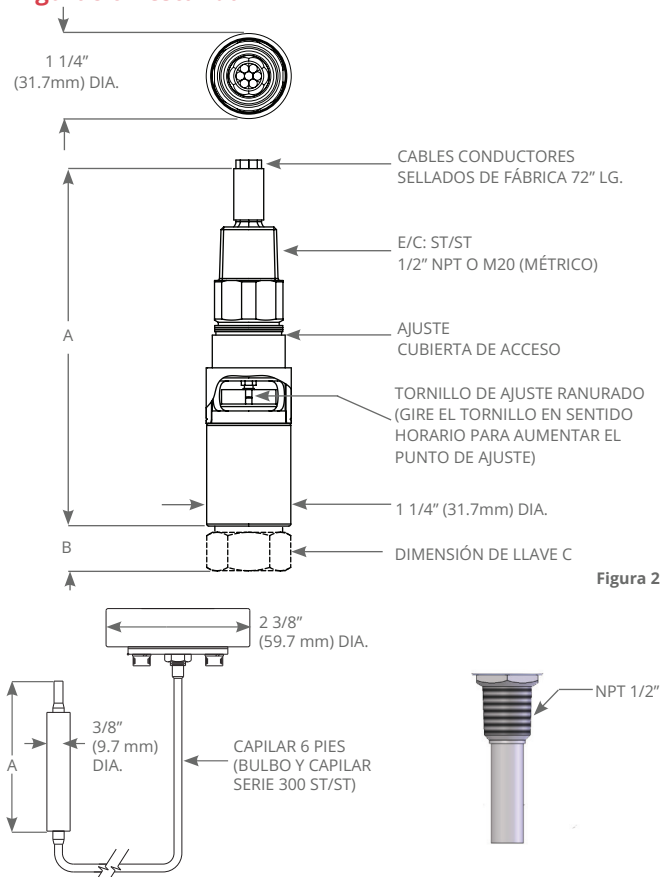

Figura 2
UTILICE SIEMPRE UNA LLAVE EN EL MONTAJE LOCAL, VÁSTAGO DE INMERSIÓN HEXAGONAL (VEA LA FIGURA 2). NO APRIETE GIRANDO EL GABINETE YA QUE ESTO DAÑARÁ EL SENSOR Y DEBILITARÁ LAS UNIONES SOLDADAS.
- 4 Inserte el destornillador en la ranura de ajuste y gírelo en sentido horario para aumentar el ajuste o en sentido antihorario para disminuir el ajuste. (Ver Figura 2)